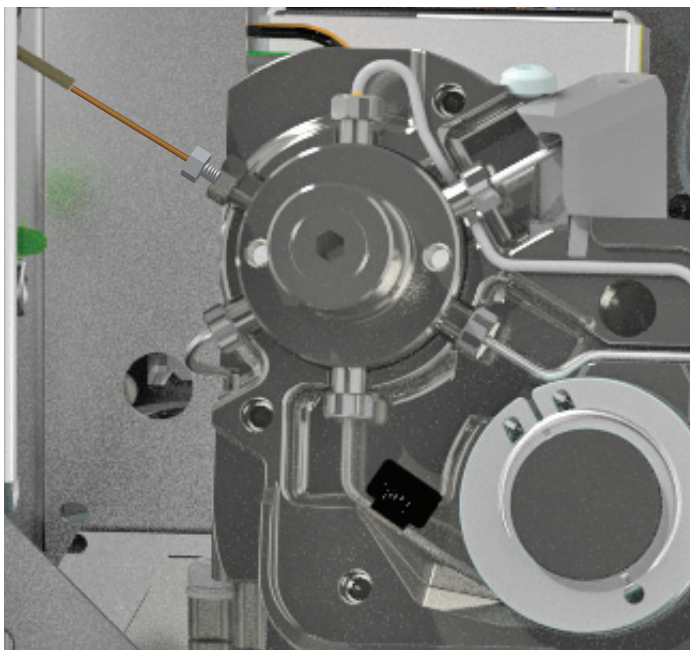

图 28. 安装到六通阀中的传输线
- 14 将熔融石英轻轻地引入到异径管接头中（1/4 英寸螺母已经在六通阀中）直至停止。将聚酰亚胺密封垫圈和 3/16 英寸螺母滑入 1/4 英寸螺母。用手拧紧 3/16 英寸螺母，然后再拧紧 1/4 圈。请参阅图 28。